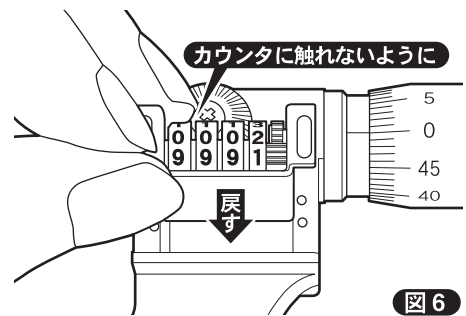

図6
- ③カウンタや歯車に触れないようにカウンタモジュールの外側のフレームを持ち、マイクロメータ本体に戻して下さい。 **図6**